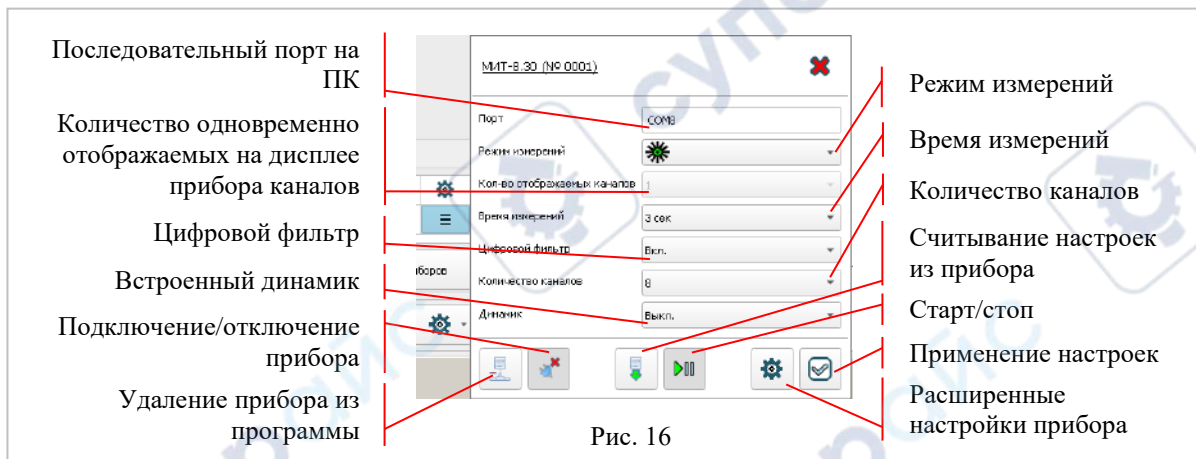

Рис. 16
4.2.13 Меню «Настройки прибора», рис. 16